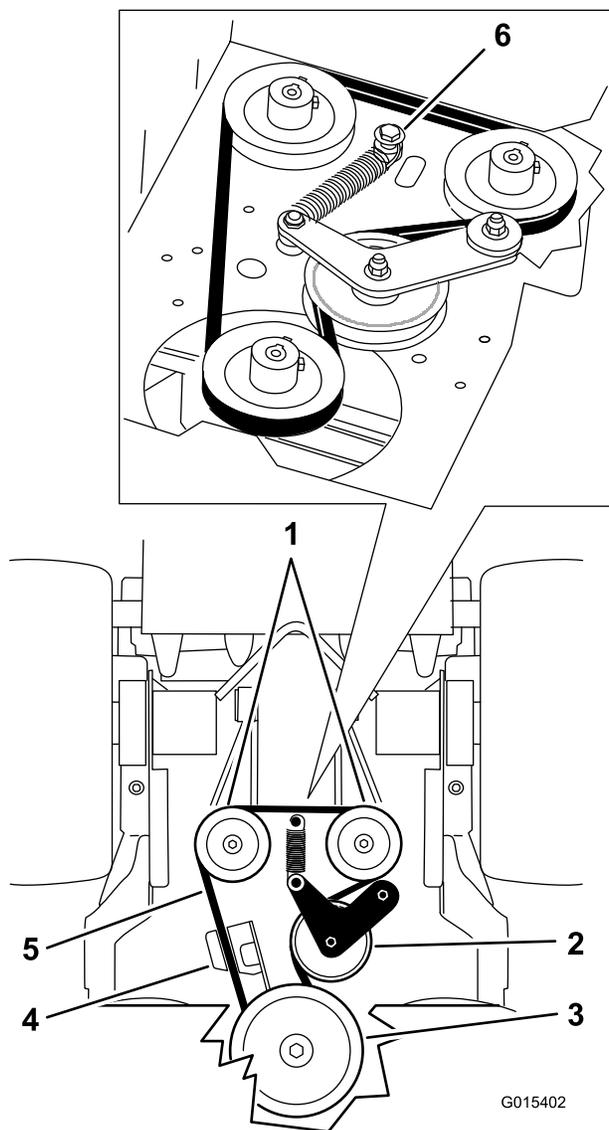

Figura 68
5. Retire el perno de cuello largo, la tuerca y la arandela (que están conectados al muelle) de la carcasa del motor (Figura 68).
6. Retire la correa de transmisión de la bomba (Figura 68).
8. Instale el muelle en el perno de cuello largo y la arandela, y conéctelo a la carcasa del motor con la tuerca (Figura 68).